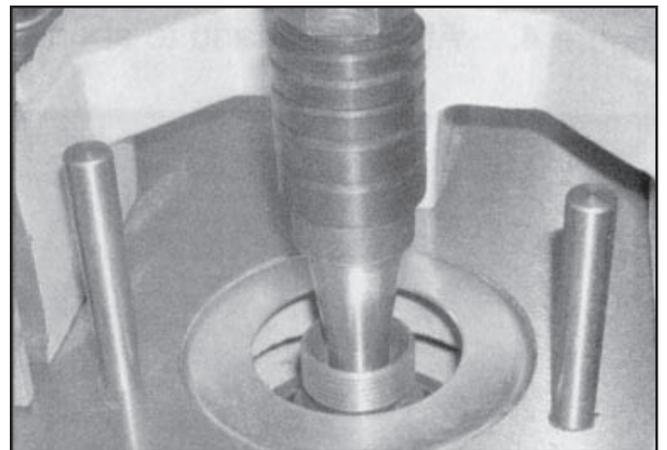

Figura 8. Inserción del pivote.
3. Inserte el ensamblaje de la barra de tracción del pivote dentro del cartucho del pivote desde el lado de la punta de la mesa. Vea la Figura 8.